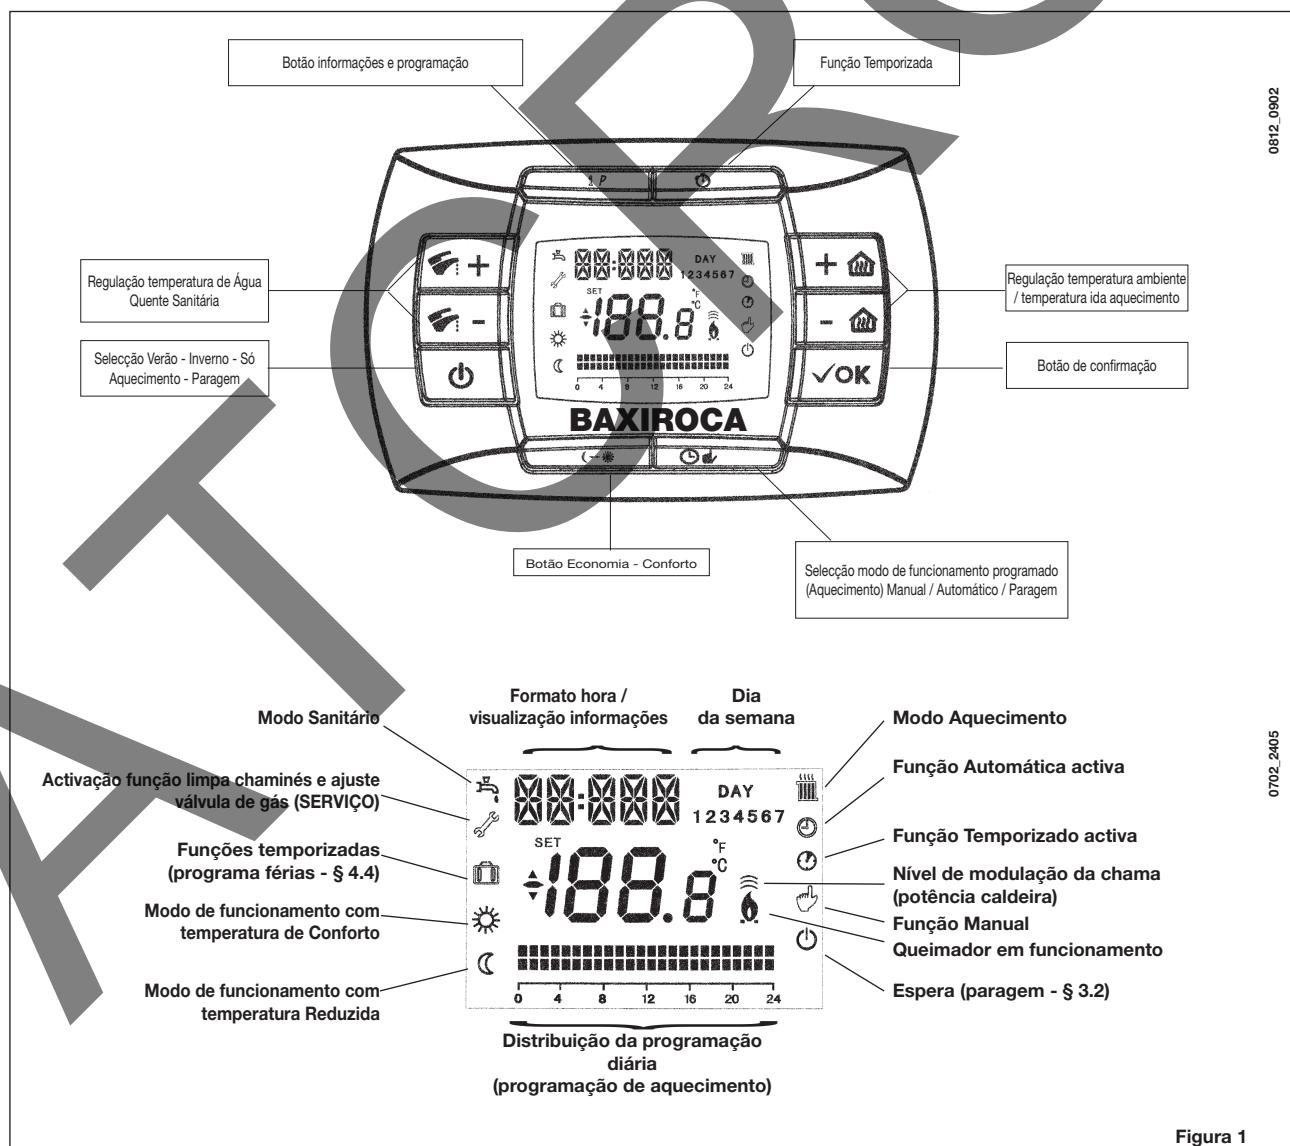

Figura 1
- Prima a tecla  do regulador climático (figura 1) para seleccionar o modo de funcionamento da caldeira como se indica no § 3.2.
A regulação da temperatura ambiente / temperatura de ida de calefacción (🌡) e da água quente sanitária (🚿), são realizadas premindo as teclas correspondentes +/- (figura 1).
Durante o funcionamento da caldeira para aquecimento, no ecrã da figura 1 visualiza-se o símbolo (🌡) e a temperatura ambiente / temperatura de ida de calefacción (°C).
Durante o funcionamento da caldeira para produção de água quente sanitária, no ecrã da figura 1 visualiza-se o símbolo (🚿) e a temperatura ambiente / temperatura de ida de calefacción (°C).